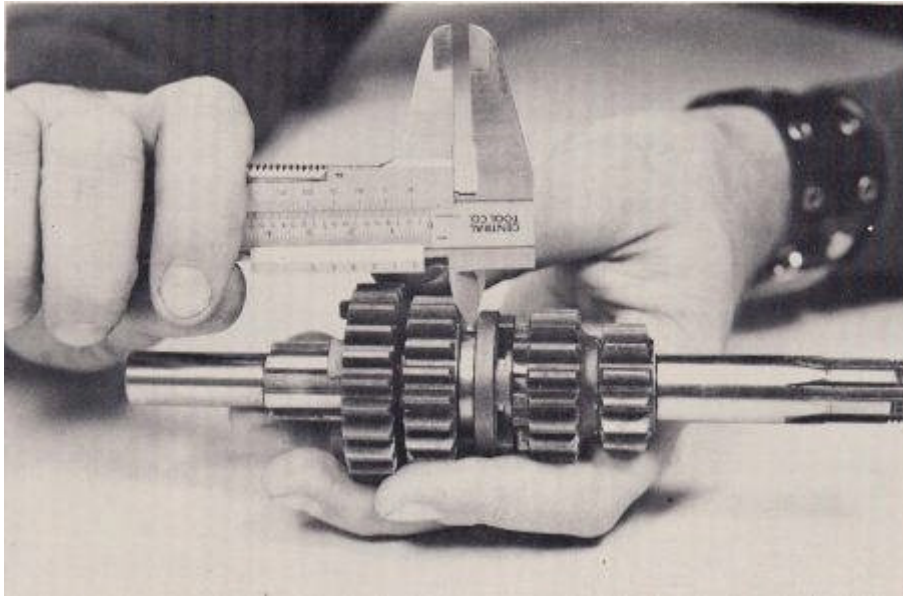

FIG. 40
8. Mida el ancho del tenedor cambio de ranuras en los dos engranajes deslizantes y el perro de deslizamiento (Fig. 40). Ninguno de estos surcos deben medir más de 0.170 ". Si alguno de ellos supera este, cámbielo.